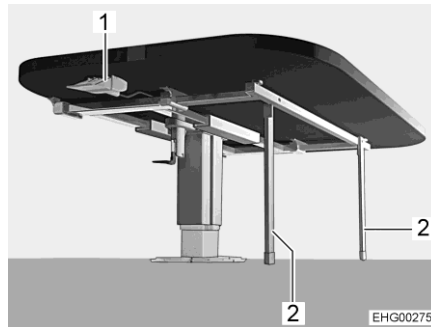

Fig. 42 Mesa, bajada (base de cama)
- Soltar y desplegar los apoyos (Fig. 42,2) del marco en el lado inferior del tablero de la mesa. Los apoyos deben estar desplegados completamente.
- Pulsar y mantener pulsado el botón de desbloqueo (Fig. 42,1).
- Soltar el botón de desbloqueo (Fig. 42,1). El tablero de la mesa está bloqueado en la posición inferior.